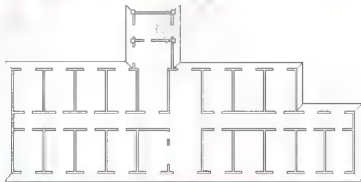

图 2.77 绘制其他门窗洞口线
(3) 参照宿舍楼底层平面图(附图2.1)的尺寸,画出其他房间的门窗洞口并修整至图2.77所示的状态。